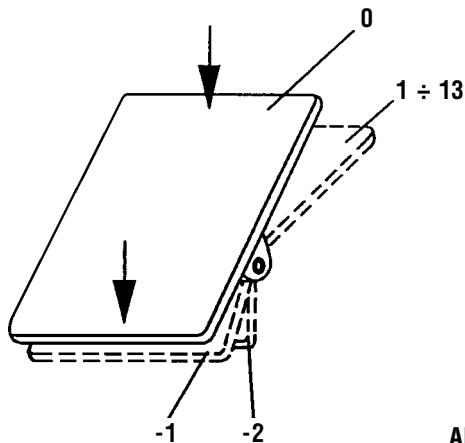

Abb. 14
8.1.1 Mit Pedal (Pedalstellungen und Funktionsmöglichkeiten) (Abb. 14)
Die Stellung des Pedals wird von einem Abtaster abgetastet, der 16 Pegel unterscheidet. Die diesbezügliche Bedeutung ist in der Tabelle und an Abb. 14 angeführt.